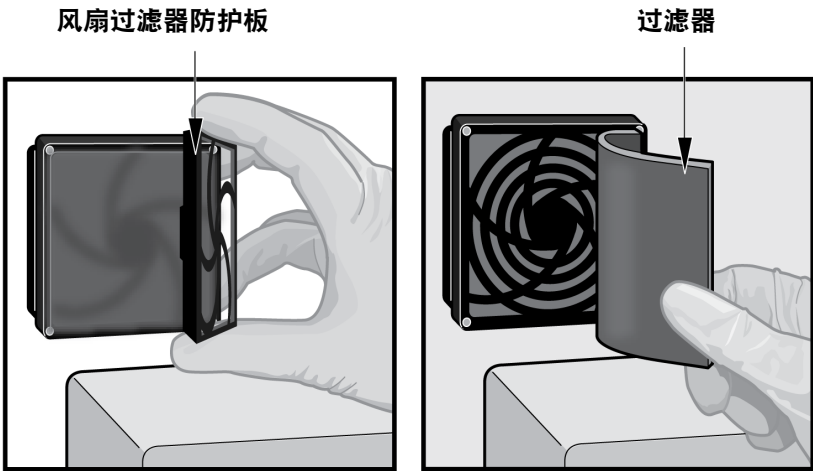

图 9-19. 取下风扇过滤器防护板
每周清洁风扇防尘泡沫；如有必要，可更频繁一些。GeneXpert GX-XVI R1 上有四块风扇防尘泡沫。风扇防尘泡沫在 GX-XVI R1 背面的位置。参见图 9-19。该程序所需的材料如下：
4. 从风扇外壳上松开风扇过滤器保护罩，轻轻地把风扇过滤器保护罩取下（见图 9-19），并在过滤器拆卸和清洗过程的剩余时间内把它放在旁边。
5. 拆下脏的过滤器以便进行清洗。参见图 9-19。